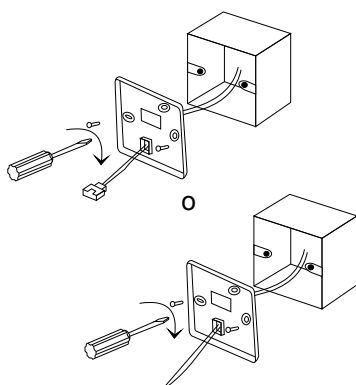

Abb. 2
- Wie in Abb.2 dargestellt, die mit der hinteren Abdeckung gelieferten Schrauben $\varnothing 4 \times 20$ mm anziehen und dann die Zuleitungsdrähte durch die hintere Abdeckung führen.